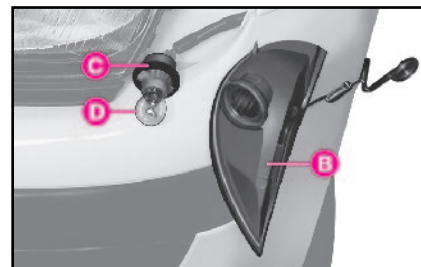

fig. 18
2) dégager le groupe transparent **B**-fig. 18 de la partie avant;